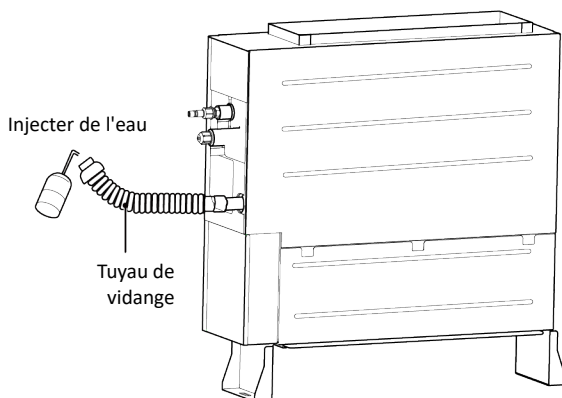

Fig. 4.3.9
- 1) Connectez le flexible d'évacuation à l'autre liaison frigorifique d'évacuation du bac à eau et remplissez d'env. 1 L d'eau (voir Fig. 4.3.9). Retirez le tuyau d'évacuation après avoir fini les tests, puis mettez le bouchon du bac à eau.